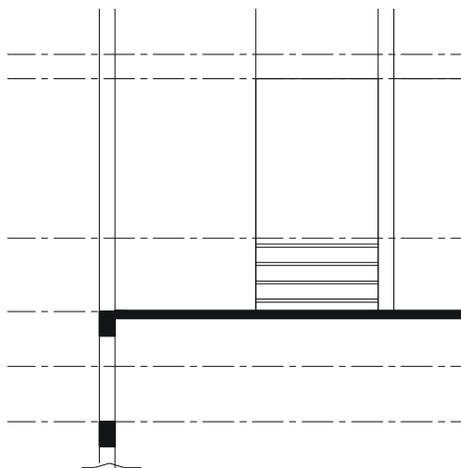

图 10-2-12
**STEP 11** 绘制出栏杆，如图 10-2-12 所示，其具体操作步骤如下：
// 单击鼠标右键结束命令, 其结果如图 10-2-12 所示